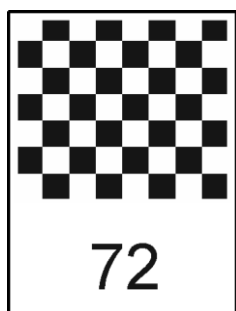

Рисунок 15 — Настройка контраста
- кнопками (↑, ↓) установить желаемое значение контраста (рисунок 15);
- нажать (←) для подтверждения выбора, (X) — для отмены.